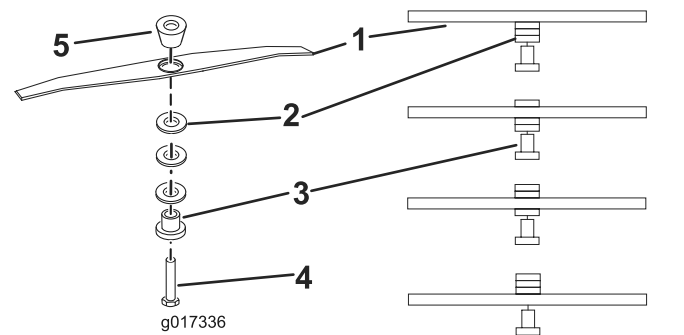

Figure 13
5. Placez les entretoises à la hauteur voulue, puis reposez l'unité de coupe comme montré à la Figure 13.